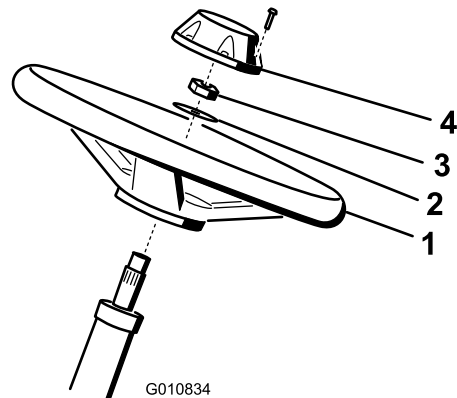

Figura 6
1. Deslice el volante sobre la columna de dirección (Figura 6).
2. Deslice la arandela sobre la columna de dirección (Figura 6).
3. Sujete el volante a la columna con una contratuercas y apriétela a entre 27 y 35 N·m (Figura 6).
4. Sujete el embellecedor al volante con 6 pernos (Figura 6).